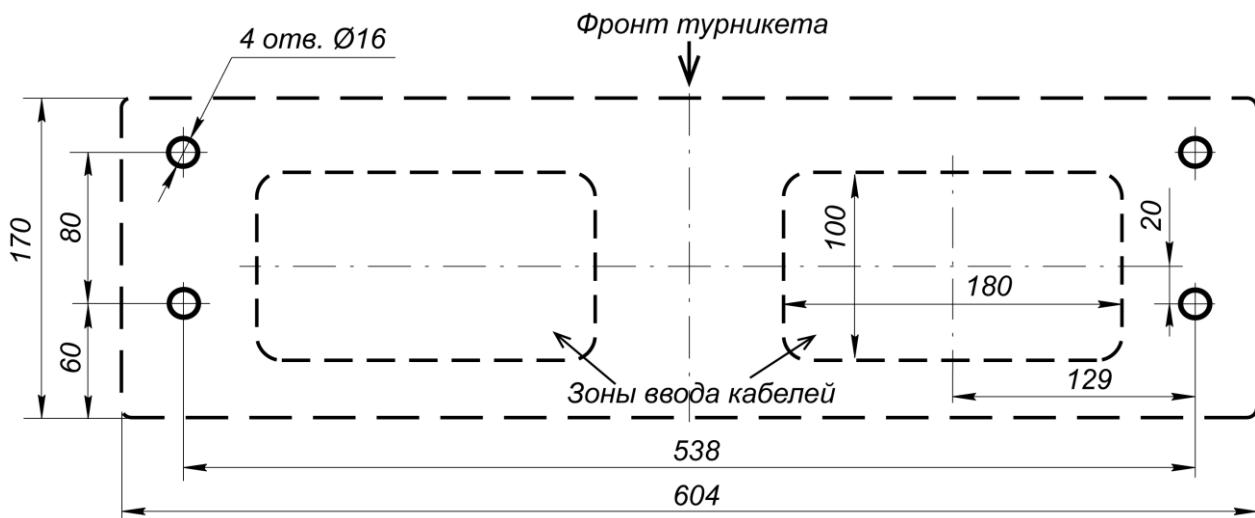

Рисунок 14. Схема разметки отверстий на установочной поверхности¹
4. Выполните разметку и разделку отверстий в полу под анкеры для крепления турникета и кабельного канала к зоне ввода кабелей (см. рис. 14). Разметку также можно производить непосредственно по основанию монтажной стойки.
6. Снимите переднюю панель (8) с корпуса стойки, для чего открутите внизу два винта (9).